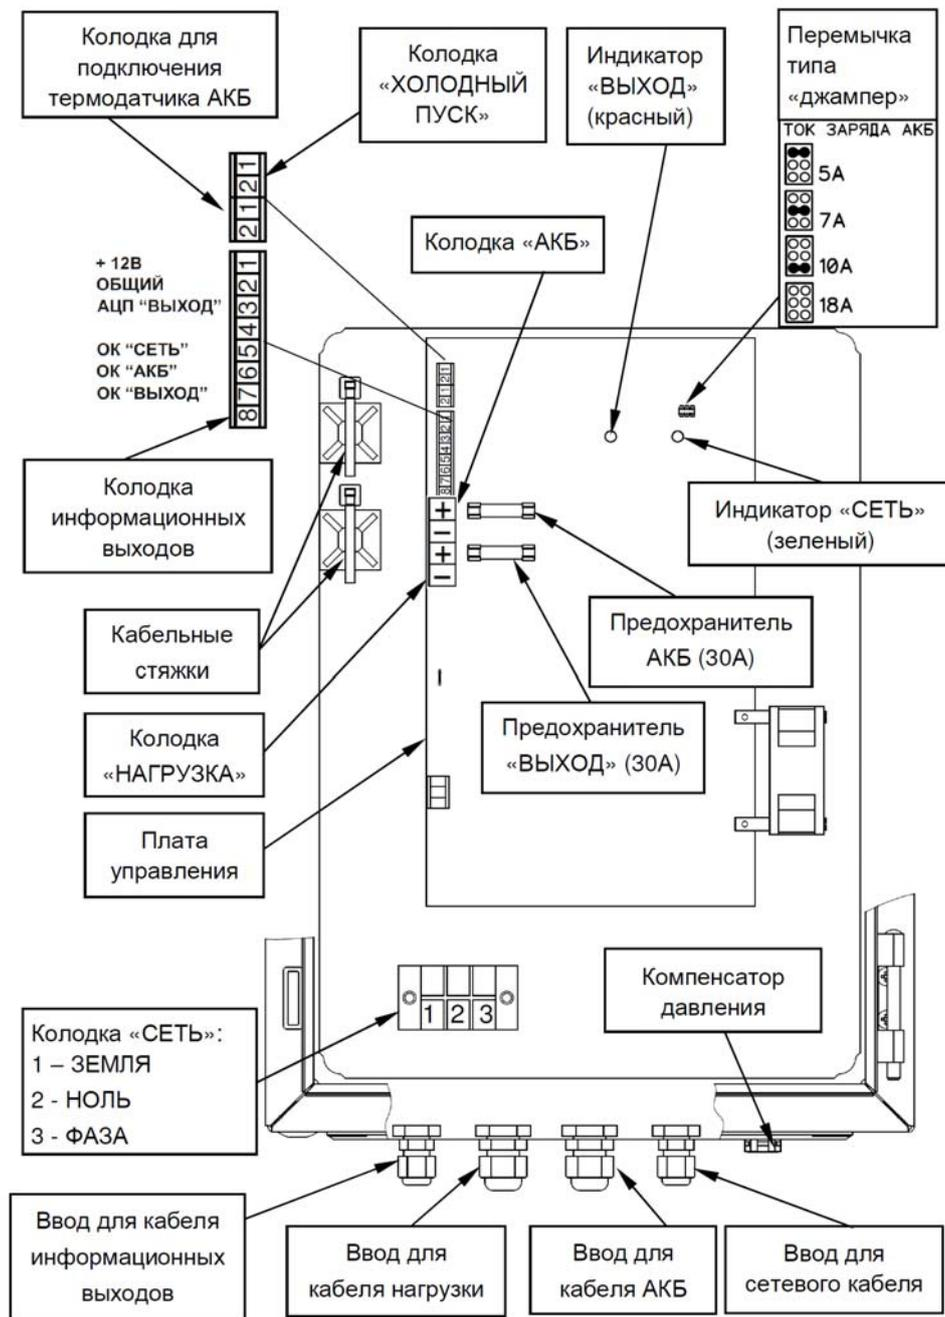

Рисунок 2. Вид изделия с открытой дверцей.
- возможность восстановления работоспособности изделия при подключении исправной и заряженной АКБ и отсутствии напряжения питающей сети («холодный запуск») путем кратковременного замыкания контактов соответствующей колодки (см. рисунок 2);
| 6 | Ограничение тока заряда АКБ (устанавливается переключателем, см. рисунок 2), А | 18; 10; 7; 5 |
Изделие обеспечивает ограничение тока заряда АКБ. Выбор одного из четырех значений ограничения тока заряда АКБ осуществляется установкой/удалением соответствующей перемычки типа «джампер» (см. рисунок 2) в соответствии с рекомендациями таблицы 2.
| Не светится | Выход «НАГРУЗКА» отключен: - АКБ отсутствует или - напряжение на клеммах АКБ менее 10,5 В, или - неисправен предохранитель АКБ (см. рисунок 2) |